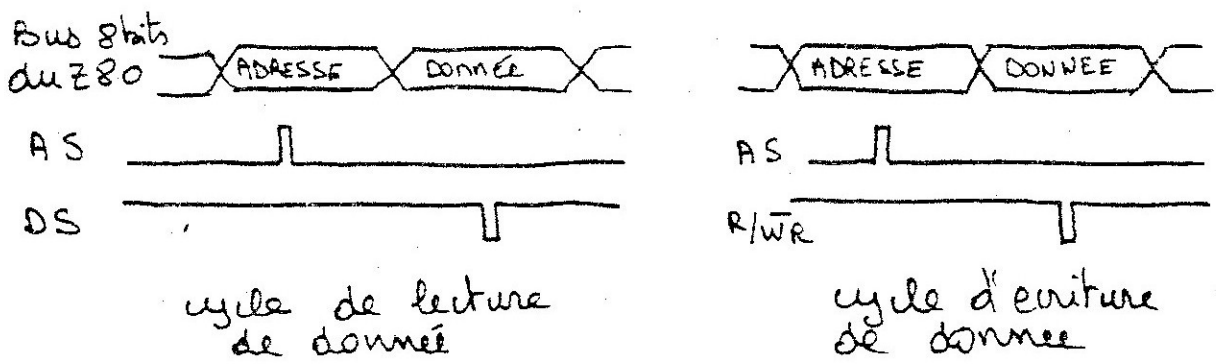

figure 14; échanges entre le Z80 et l'EF9345.
- lorsque le Z80 adresse un registre interne au 9345; la ligne AS est le siège d'une impulsion positive (voir la fig 14)
les 8 bits de poids faibles (AD0 à AD7) peuvent être le siège d'une adresse sur le front descendant de \overline{ASM} (broche 4: Address select Memory) et d'une donnée en entrée ou sortie sur le front montant de \overline{ASM} . (figure 14)
figure 14 échanges entre le 9345 et sa RAM